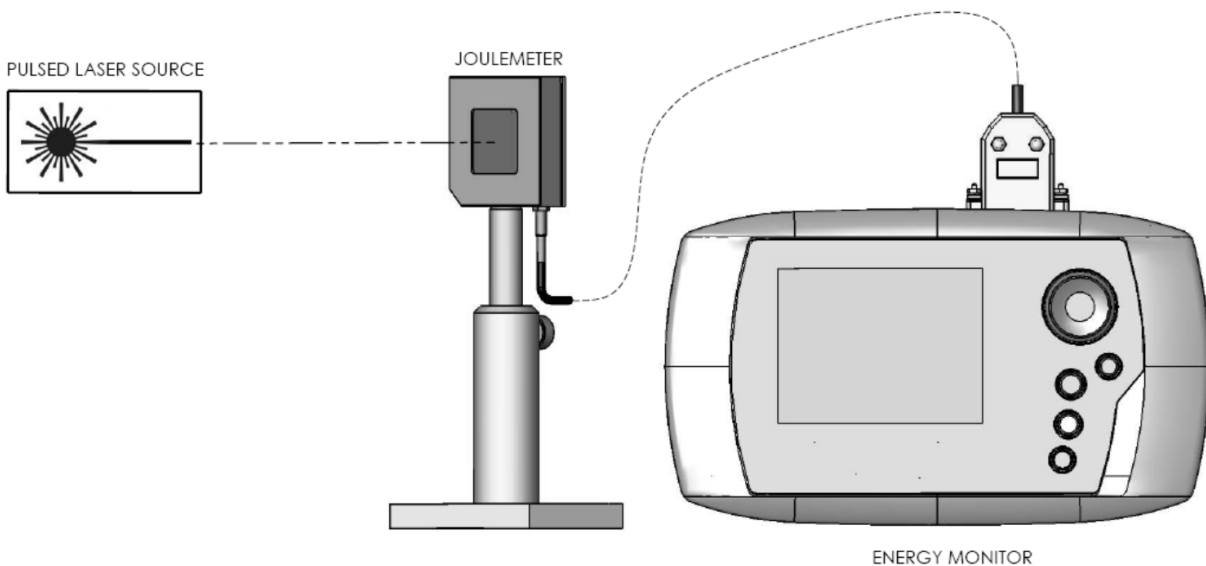

Fig. 2-1 Installation du joulemètre
- 2- Connectez le joulemètre au moniteur Gentec-EO (voir Fig. 2-1).